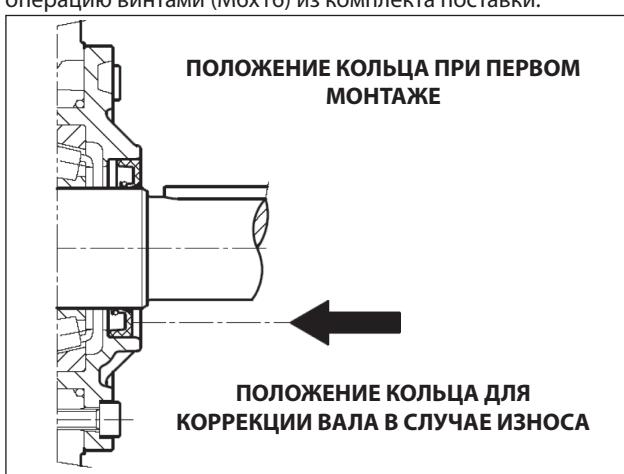

Рис. 7
Если понадобится замена, установите новое кольцо с помощью инструмента (код 27904500), как показано на Рис. 7.
**Если вал насоса имеет диаметральный износ в месте контактирования с уплотнительной кромкой, во избежание проведения шлифовки можно на крышку наложить кольцо, как показано на Рис. 7.**